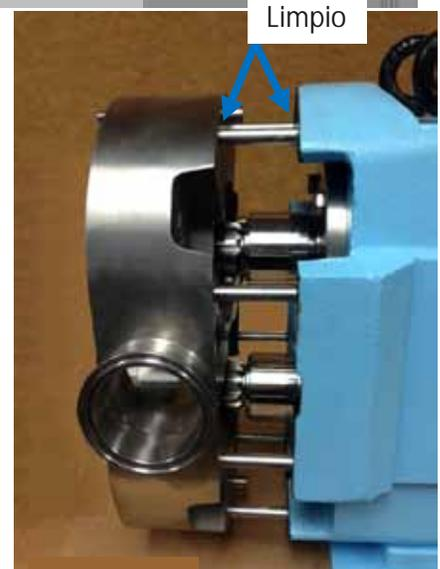

Figura 33
1. Limpia cuerpo y caja engranaje sacando herrumbre o cualquier producto encima del cuerpo, Figura 33.